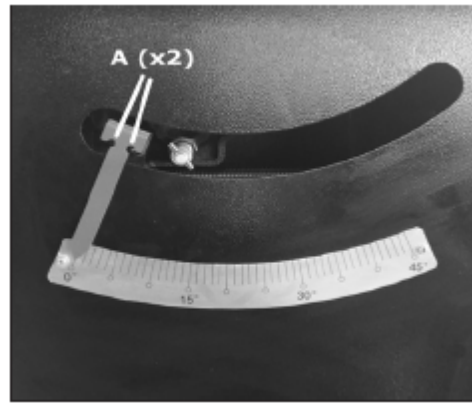

Рис. 25
3. Для регулировки стрелки ослабить винты с крестообразным шлицем (рис. 25, А), переставить стрелку и затянуть винты (для упрощения восприятия рисунка маховичок снят, при выполнении регулировки снимать его не требуется).